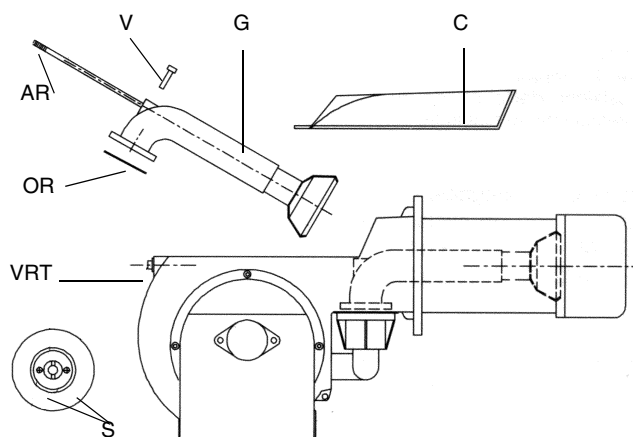

Рис. 38
- Демонтировать, проверить и почистить голову сгорания (см. Рис. 38).